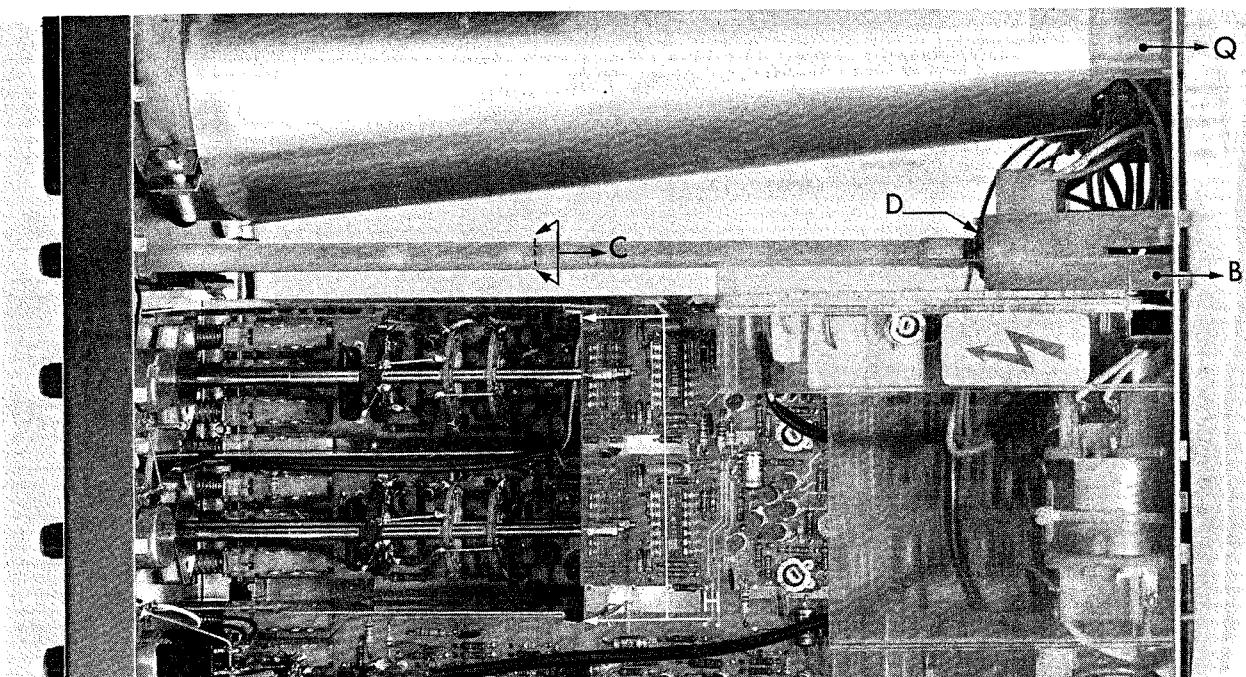

Fig. 2.6. Démontage
- Fier sauter les étriers plastique B (Fig. 2.6.) par les trous du panneau arrière.
- Tourner et tirer simultanément l'axe C (Fig. 2.6.) jusqu'à ce son extrémité soit aligné avec le trou (comme une clé).
- Dévisser l'écrou hexagonal D (Fig. 2.6.) afin de déposer le potentiomètre.
- Déboîter les plaquettes latérales de blindage de l'atténuateur en enfonçant la plaquette arrière (H) sur le flanc supérieur (voir Fig. 2.6.).
- Faire sauter les deux cosses nylon Q (voir Fig. 2.6.) arrière du tube, vers l'intérieur et tout en prenant une attention particulière à l'écran mumétal faire passer le t.r.c. par le panneau avant suffisamment que pour permettre la dépose du connecteur de base (pousser sur l'étrier nylon le cas échéant).